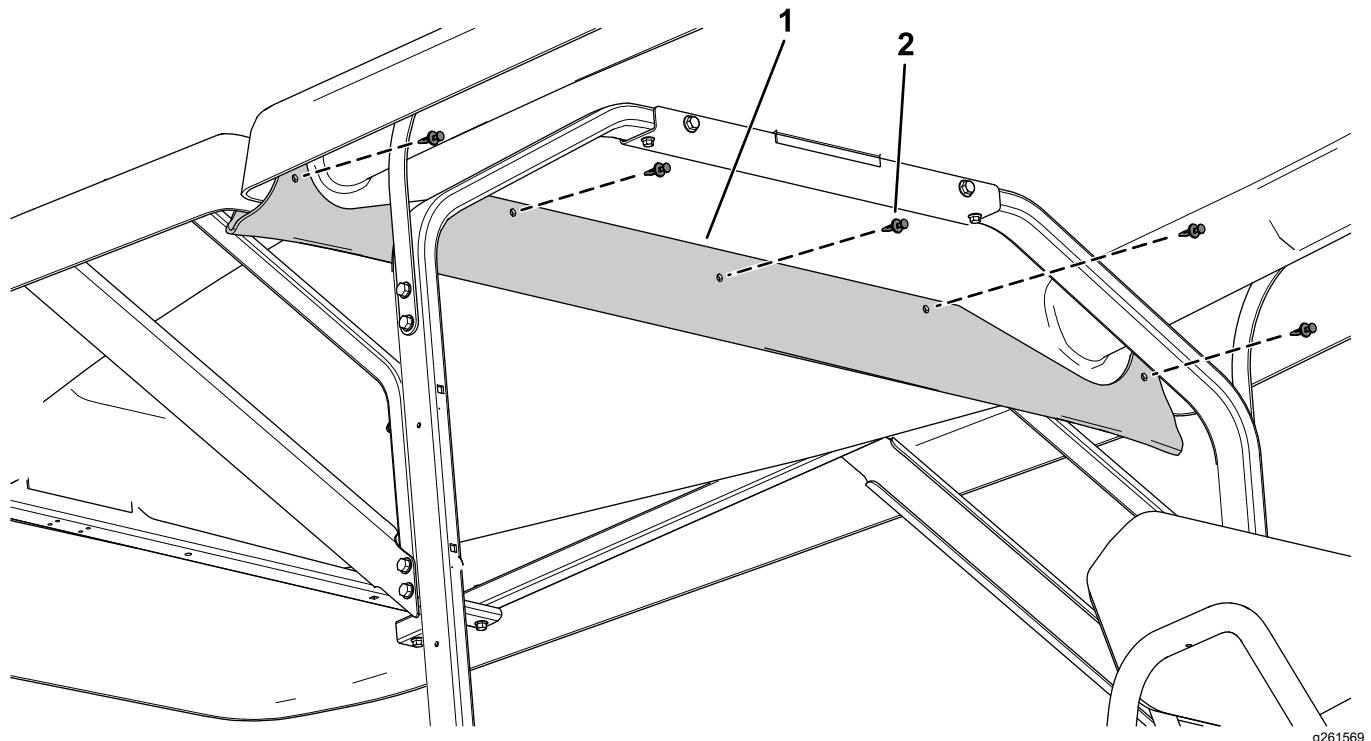

Figure 10
3. Fixez la gouttière d'évacuation à l'abri avant à l'aide de 5 rivets en plastique (Figure 10).